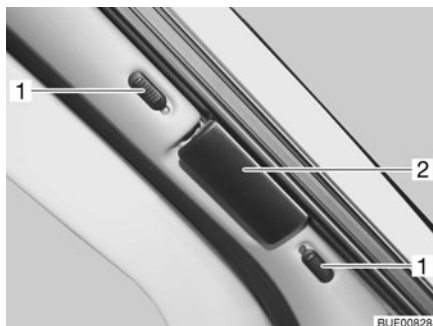
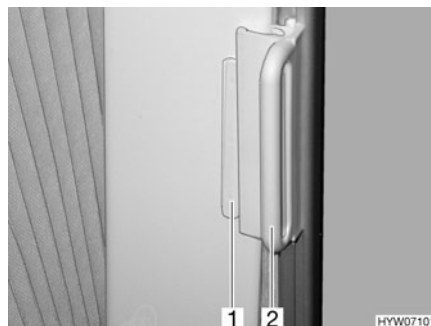

Fig. 58 Estor plegable para la luna delantera
Fig. 59 Estores plegables para la ventana del conductor y del acompañante
- En el estor plegable para la luna delantera, empujar los botones de bloqueo (Fig. 58,1) hacia arriba o hacia abajo. Cuando se vea el punto rojo, estará abierto el bloqueo.
- Coger los estores plegables por el tirador (Fig. 58,2 y Fig. 59,2) y cerrarlos cuidadosamente hasta que el cierre magnético lo mantenga en esta posición.
- En los estores plegables para la ventana del conductor y la ventana del acompañante, empujar el tirador (Fig. 59,2) sobre la pieza sobrepuesta (Fig. 59,1). El estor plegable queda asegurado.